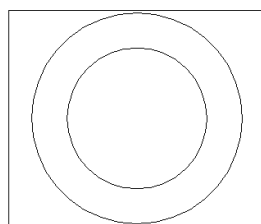

图 15-58
(3) 重复上述指令。作半径为 100 的圆, 结果如图 15-58 所示。